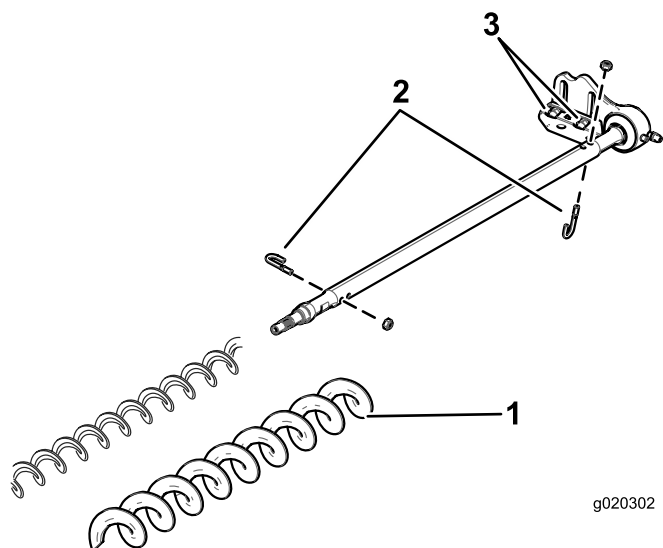

Figura 32
3. Togliete i 2 bulloni a J e i dadi (Figura 32).
4. Fate scorrere la spazzola esistente fino ad estrarla dall'albero (Figura 32).
5. Allentate i 2 bulloni, le rondelle e i dadi che fissano l'alloggiamento del cuscinetto di comando alla staffa di montaggio dell'alloggiamento del cuscinetto (Figura 32).
6. Fate scorrere la spazzola per altezze di taglio alte sull'albero della spazzola (Figura 32).
7. Bloccare la spazzola sull'albero con 2 bulloni J e i dadi precedentemente rimossi (Figura 32).